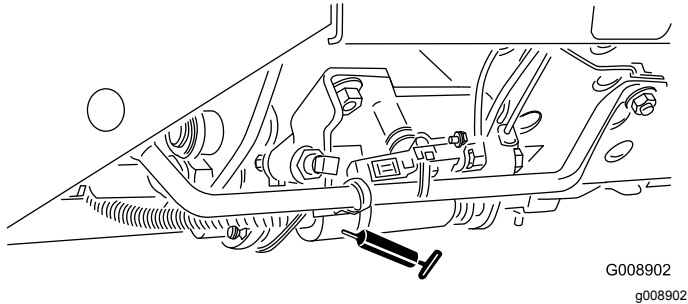

Figura 35
- Mando segar/transportar (Figura 35)